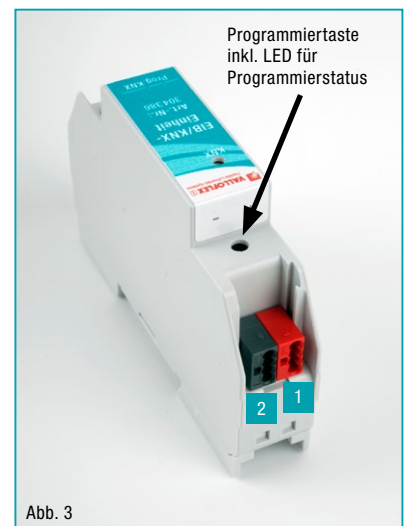

Abb. 3
- Das EIB-Kabel wird oben an den EIB-Einbausteckern +/- angeschlossen (Abb. 3, Pos. ①, ②).
Klemme (s. Abb. 3):